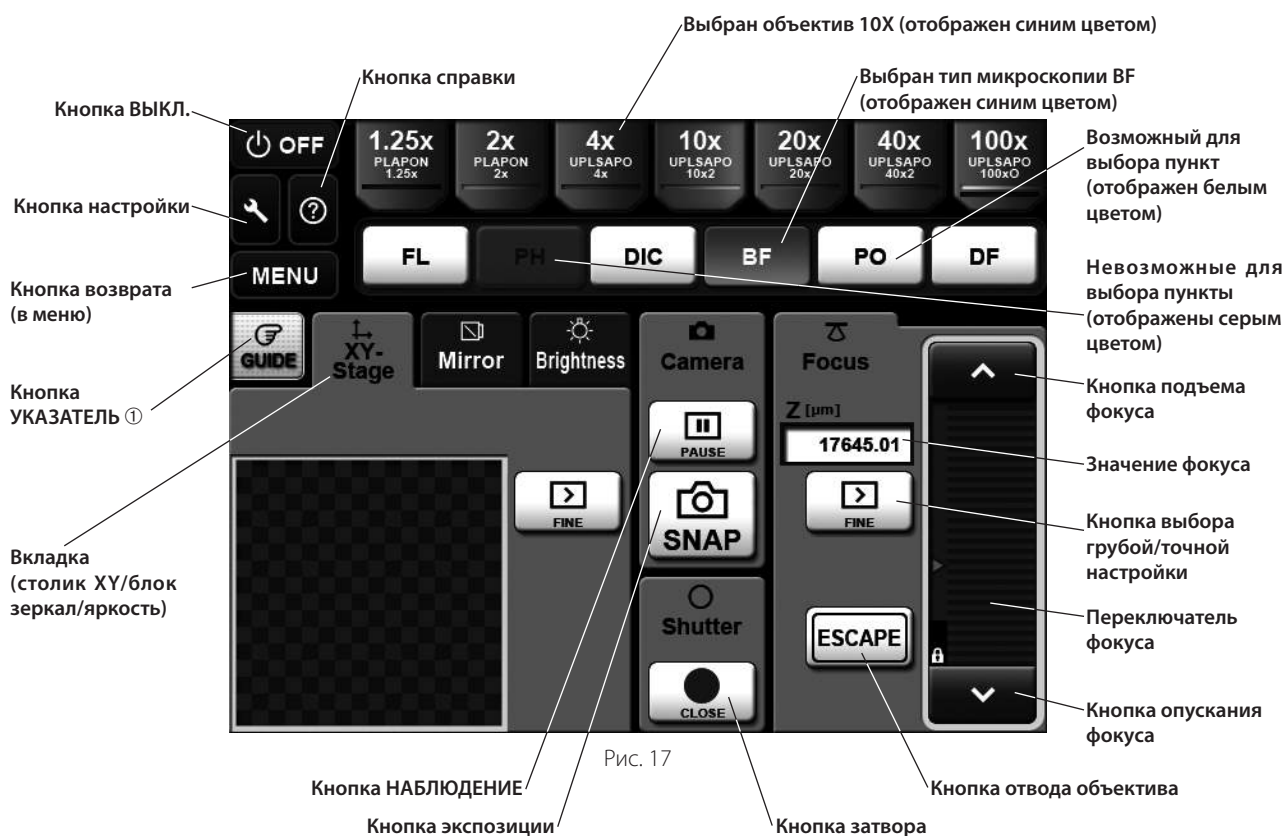

Рис. 17
3. На дисплее появится экран управления. На рис. 17 показан пример экрана управления для режима руководства, объектива 10X и микроскопии BF (методом светлого поля).
- © Коснитесь кнопки **GUIDE** (указатель) ① для просмотра процедуры микроскопии (только в режиме руководства).